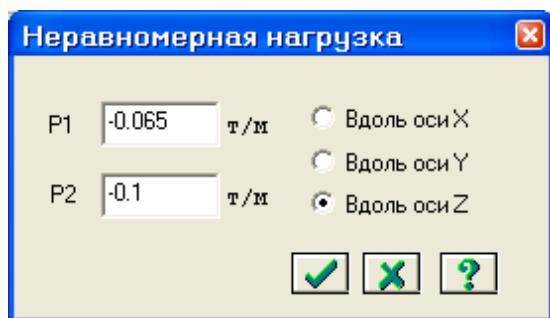

Рис.12.17. Диалоговое окно **Неравномерная нагрузка**
- В этом окне задайте следующие параметры нагрузки (рис.12.17):